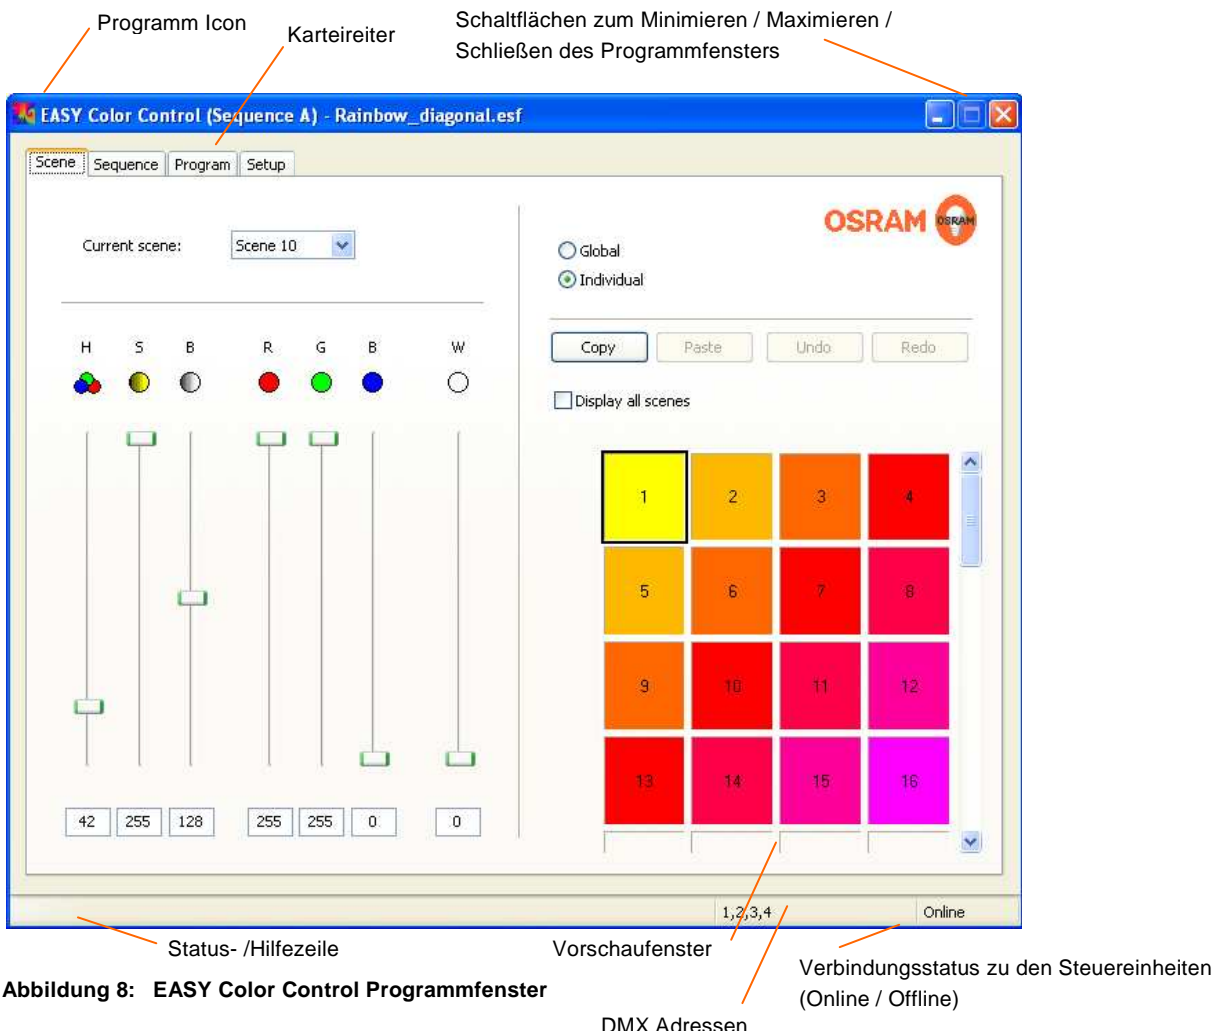

Abbildung 8: EASY Color Control Programmfenster
**Bei Einheiten die zum EASY DMX SO gehören, werden die entsprechenden DMX Adressen in der Statusleiste angezeigt (siehe Abb.8).** Abhängig von der "Farbeinstellung" werden 2,3 oder 4 DMX Adressen je Einheit zugeordnet.